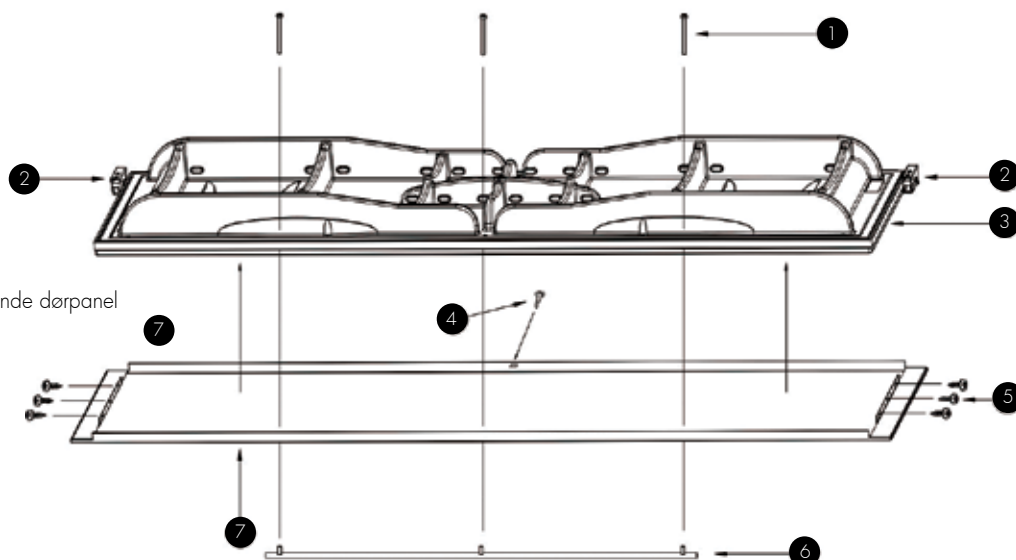

Fig 4
1. Hengsler. Skru ut skruene til hengslene, oppe og nede (punkt 2 i fig. 4). Monter deretter hengslene på døren. Vær oppmerksom på at det er forskjell på høyre og venstre hengsle!